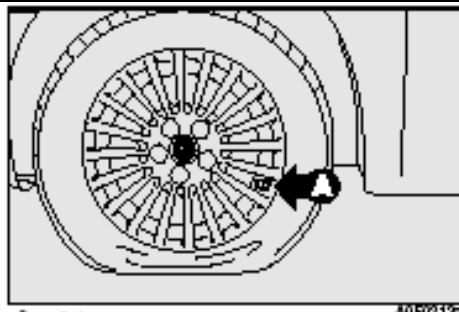

рис.16
- Установить ремонтное колесо так, чтобы клапан **A** – **рис.16** располагался, как показано на рисунке, после чего **включить стояночный тормоз**, затем выньте ремонтный комплект и установите его рядом с колесом;